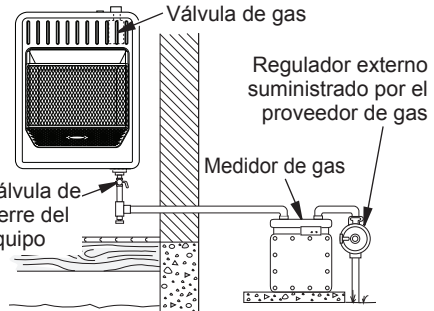

Figura 14 - Suministro de gas natural
3. Revise todas las uniones desde el medidor de gas, tanto para suministro de gas natural o propano, hasta la válvula de cierre del equipo (consulte la figura 14 o 15). Aplique en todas las uniones algún líquido de detección de fugas que no
4. Revise todas las uniones entre la válvula de cierre del equipo y válvula de control (consulte la figura 14 o 15). Aplique en todas las uniones algún líquido para detectar fugas que no sea corrosivo. La formación de burbujas indicará una fuga.